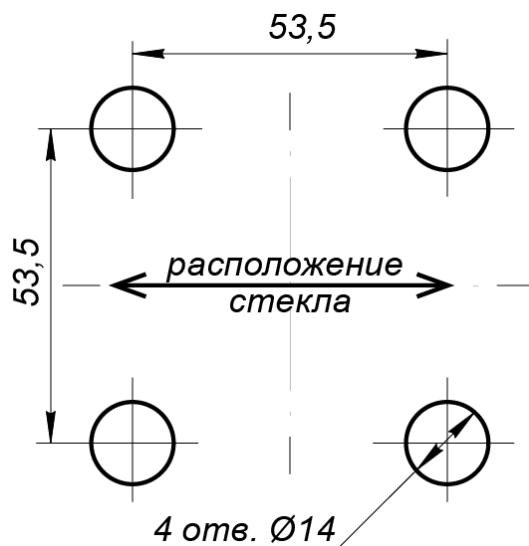

Рисунок 3. Разметка отверстий для крепления мини-стойки
2. От центров разметьте по 4 точки крепления фланцев к установочной поверхности, как показано на рис. 3, в данных точках выполните отверстия Ø14 под анкеры. Вставьте анкера на всю глубину подготовленных отверстий.